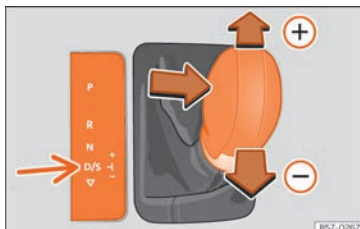

Fig. 221 Console centrale : Changer de vitesses en mode Tiptronic.
- Poussez le levier sélecteur vers l'avant **+** pour passer une vitesse supérieure **» fig. 221.**